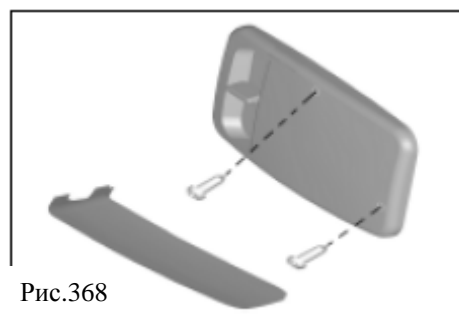

Рис.368
2. С помощью отвертки снимите два винта (рис. 368) (будьте аккуратны, следите за тем, чтобы не прикасаться к лампе)